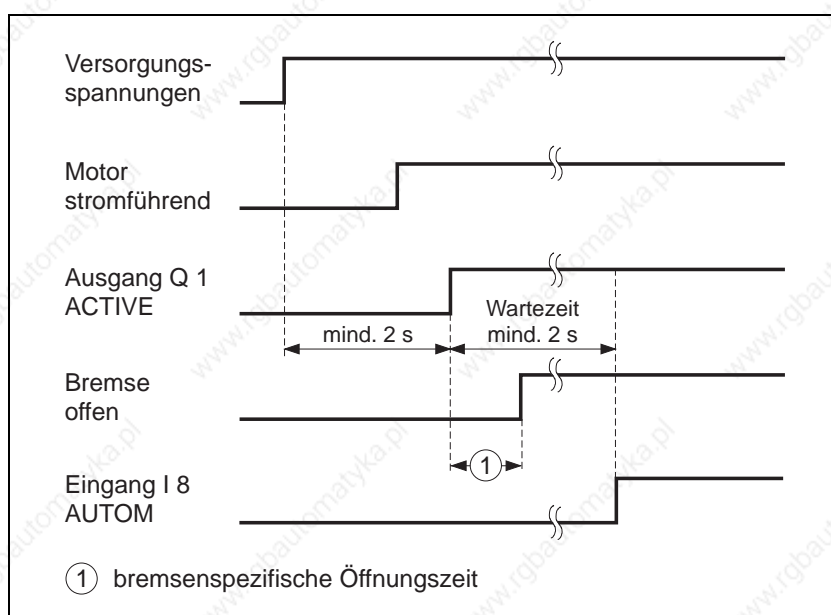

Bild 3-1 Zeitdiagramm für Betrieb mit Bremse
1. Nach dem Anlegen der 24-VDC-Versorgungsspannung und nach dem internen Systemhochlauf meldet die Steuerung mit dem Signalausgang ACTIVE nach ca. 2 s Bereitschaft (Bild 3-1). Mit diesem Signal kann die Bremse über ein geeignetes Relais gelöst werden.